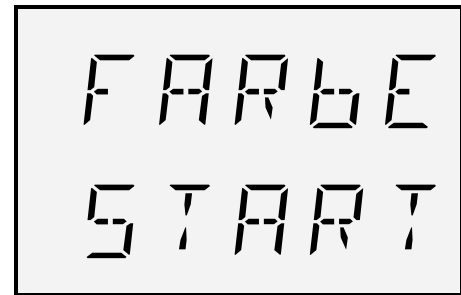

Abb. 13: Ansicht "Farblicht Start"
7. Mit der ◀-Taste das Menü verlassen. Die Ansicht "Farblicht Start" (Abb. 13) wird angezeigt.